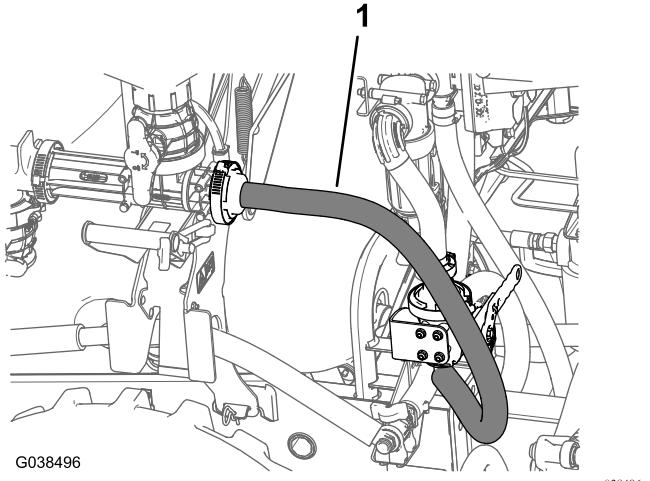

图102
- 如 图102 中所示将清洁加药器供水软管放到清洁加药器切断阀的底部。
- 紧固将清洁加药器供水软管的宝塔接头固定至清洁加药器法兰的法兰夹具 图102。